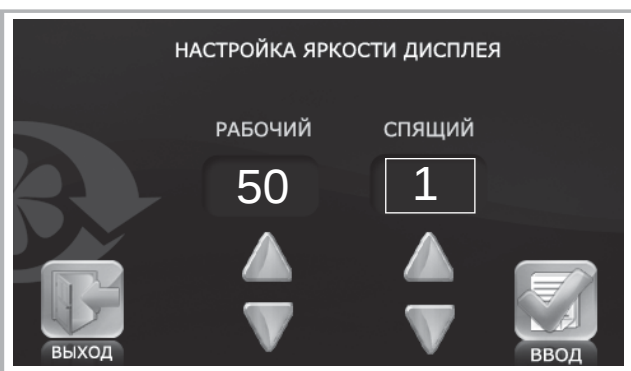

Рис. 25. Настройка яркости дисплея
- Нажмите кнопку **ВВОД** (рис. 25).